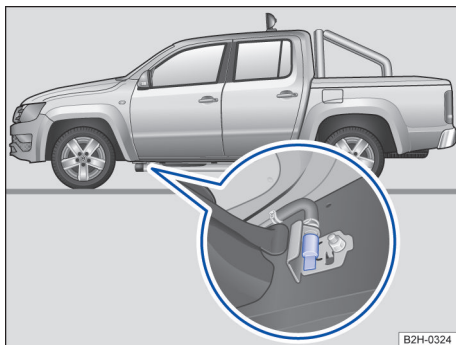

Fig. 139 Na parte inferior do veículo, na longarina: bocal de drenagem do filtro do óleo diesel (dependendo da versão).
Dependendo da versão, o próprio usuário pode realizar a drenagem do filtro de óleo diesel. Para isso, é necessário que o veículo tenha um bocal de drenagem instalado → Fig. 139.
- Colocar o recipiente centralizado debaixo do bocal de drenagem → Fig. 139.